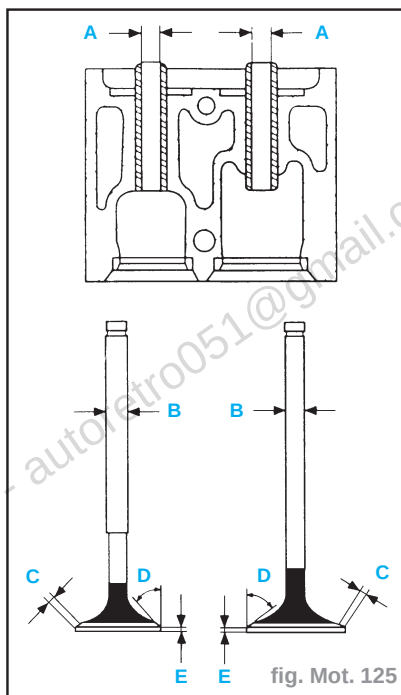

fig. Mot. 125
- le diamètre de la queue de soupape 'B' des soupapes d'admission et d'échappement, voir tableau (fig. Mot. 125).